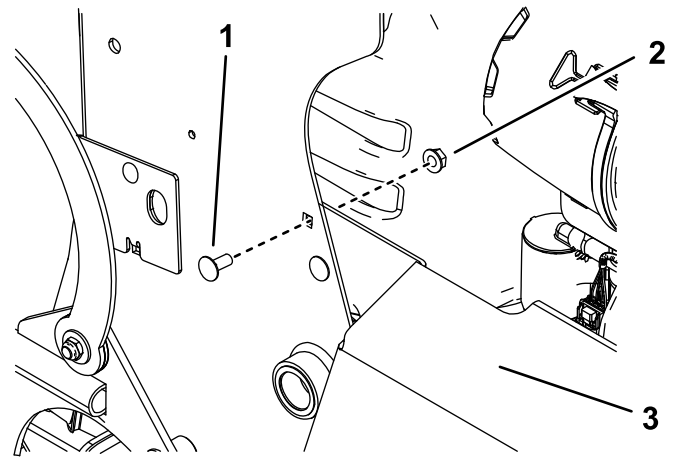

Figura 6
3. Retire el perno de cuello cuadrado superior y la tuerca que sujetan el protector del silenciador a la máquina (Figura 6).